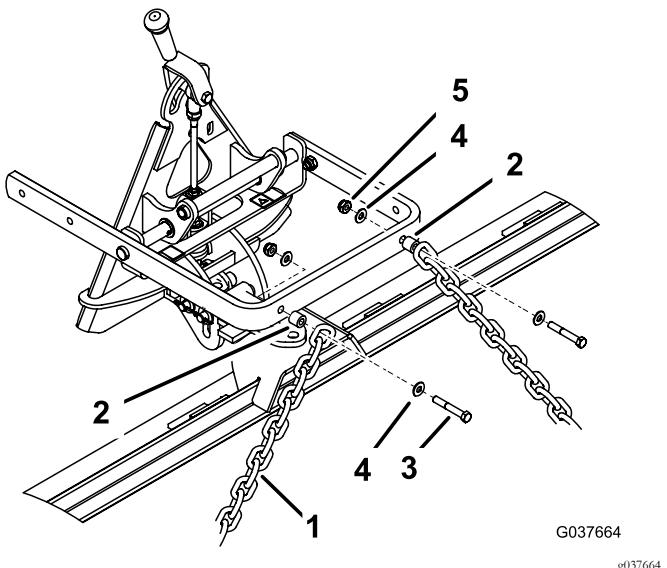

Figure 4
- Fixez le maillon supérieur de chaque chaîne au dos du bras de levage au moyen d'un boulon (3/8" x 2-1/2"), de 2 rondelles (3/8" x 7/8"), d'une entretoise et d'un contre-écrou (3/8") ; voir Figure 4.